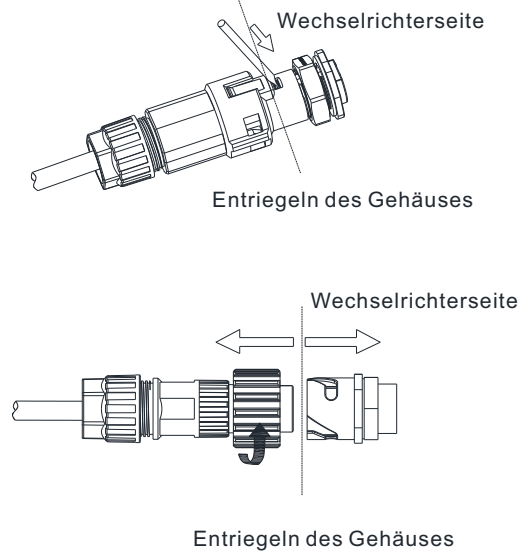

Abb. 5.15
- Wir verweisen auf Abb. 5.15 und 5.16, wenn Sie sowohl Netz- als auch Reservestrom verwenden möchten. Schließen Sie das Gerät wie in der Abbildung dargestellt an das Wechselstromnetz und den NSV-AUSGANG an.
- Wenn Sie sowohl netzgekoppelt als auch netzunabhängig arbeiten wollen, können Sie ATS (Automatic Transfer Switch) wie in Abb. 5.15 und 5.16 beschrieben verwenden. Alternativ können Sie an Growatt wenden, um Hilfe bei der Verbindung zu erhalten.